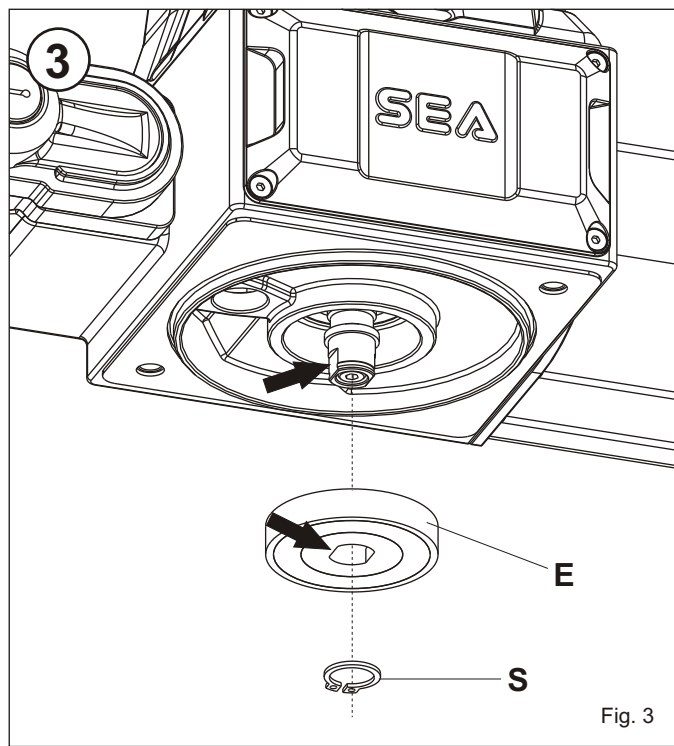

Fig. 3
- I** 3) Inserire il disco encoder (E) facendo attenzione di volgere la parte magnetica verso il basso e successivamente fissarlo con il seeger (S) in dotazione (Fig. 3).
- F** 3) Insérer le disque encoder (E) faisant attention de tourner la coté mécanique ver le bas et successivement fixer le avec le Seeger (S) fourni (Fig. 3).
- GB** 3) Put the disc encoder (E) in, being careful to turn the magnetic side downward and then fix it with the supplied seeger (S) (Pict 3).
- D** 3) Die Encoderscheibe (E) einsetzen und darauf achten, dass die magnetische Seite nach unten zeigt und mit dem mitgelieferten Seeger (S) befestigen (Abb. 3).